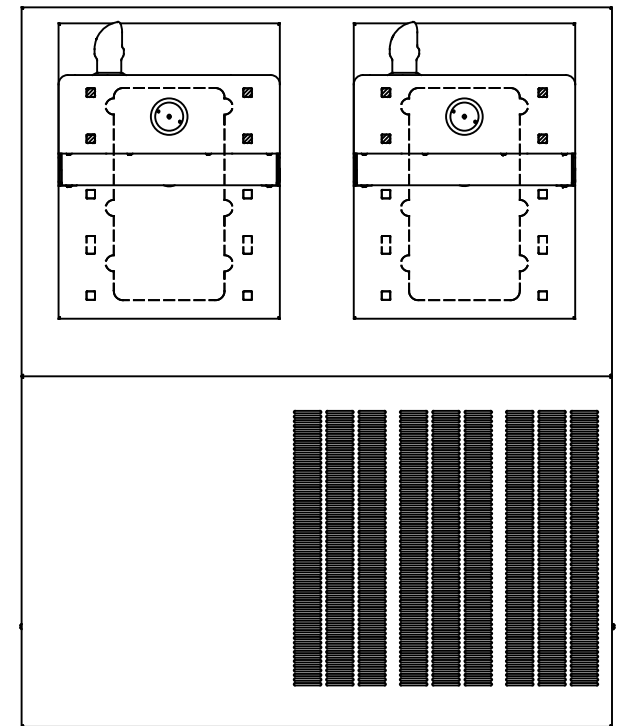

FIGURE 3.
- ADULT STANDING HEIGHT: SEE SHEET 3 FIG 3